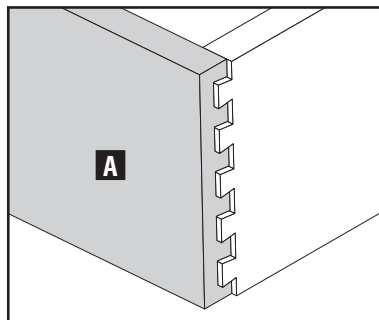
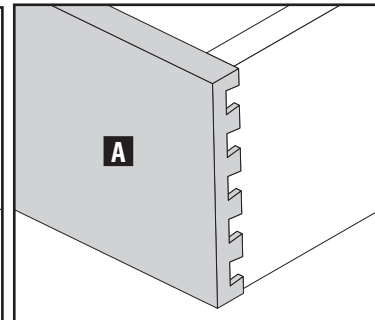

Fig. F17
Fig. F18
Si le grain du bout de la planche-goujon (A) est renforcé (trop bas, comme indiqué dans Fig. F17) ou s'il est trop protubérant (trop haut, comme indiqué à Fig. F18), le gabarit peut être ajusté pour régler ce cas.